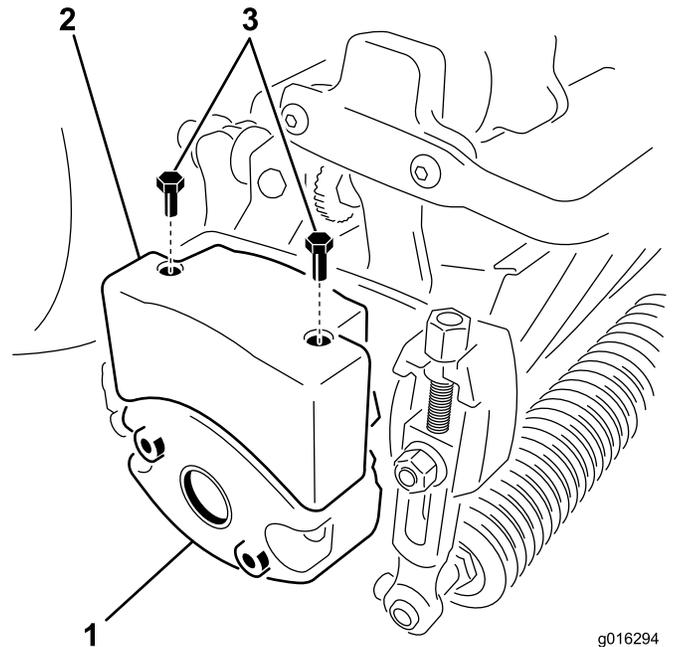

図 10
4. ウェイトをカッティングユニットの側面に固定しているボルト（2本）を外す（図 10）。
6. カッティングユニットのウェイトに上部ウェイトを取り付ける；六角ソケットヘッドねじ2本を使用する（図 10）。